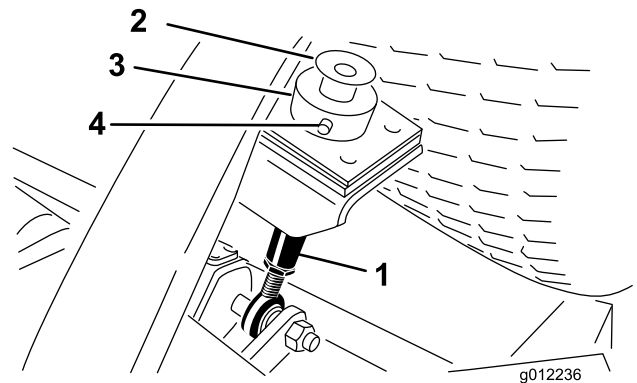

Figura 25
2. Retire el perno y la arandela del extremo superior de ambas varillas de ajuste de la altura de corte (Figura 25).
3. Retire el pasador de horquilla y la chaveta que fijan el collar de ajuste de la altura de corte a la varilla de ajuste de la altura de corte en la parte trasera de la unidad de corte (Figura 25). Retire el collar de ajuste de la altura de corte.